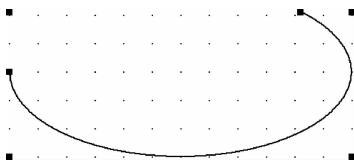

图 6-88 确定椭圆弧的终点
2) 沿椭圆外形拖动鼠标，单击鼠标确定椭圆弧的终点，如图 6-88 所示。完成绘制椭圆弧。此时，仍处于绘制椭圆弧状态，若需要继续绘制，则按上面的步骤绘制，若要退出绘制，右击鼠标选择“End Mode (结束模式)”命令或者按下〈Esc〉键便可退出操作。